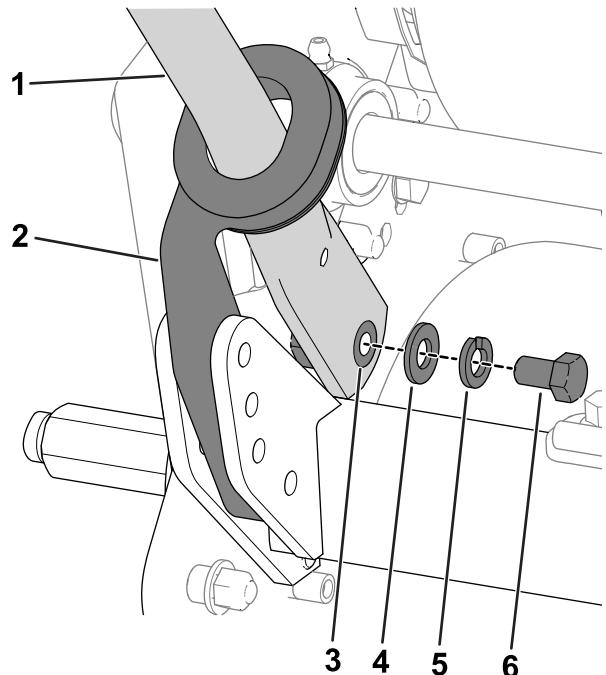

Figura 4
4. Apriete los extremos del manillar hacia dentro e instálelos sobre los pasadores de montaje (Figura 4).
5. Sujete el manillar a los pasadores de montaje con los pernos (3/8"), las arandelas y las arandelas de freno que retiró anteriormente (Figura 4).